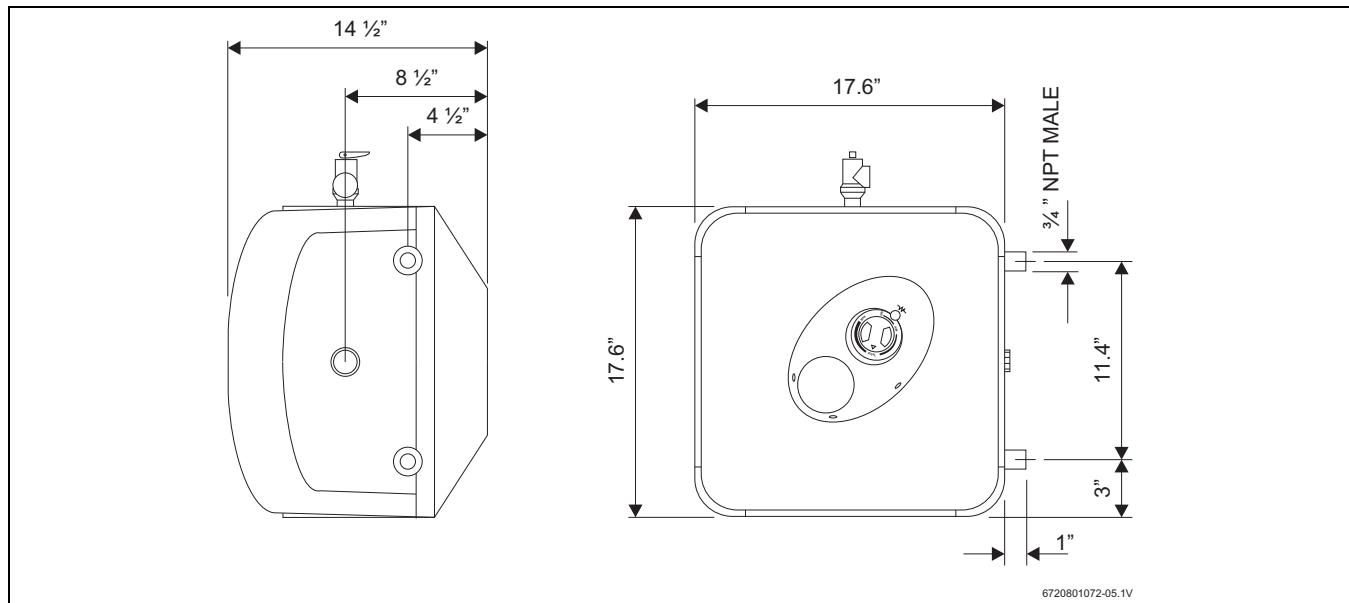

Fig. 7
- ▶ La válvula de alivio de temperatura y presión suministrada deberá instalarse en la parte superior. En la fig. 7 puede ver la ubicación de la válvula de alivio de T y P.